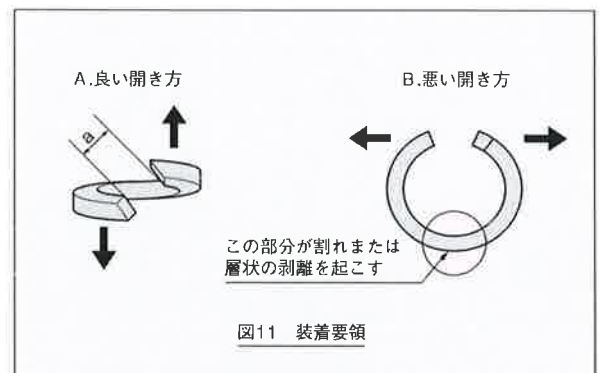

図11 装着要領
- (12)リング成形パッキンを装着する場合に、図11のAのように軸方向にねじるようにして開いてください。Bのように開くと、パッキンが破損する場合があります。
- (13)図11のAの開口部(a)は、シャフト径より大きく開かないでください。開き過ぎると、パッキンが破損する場合があります。